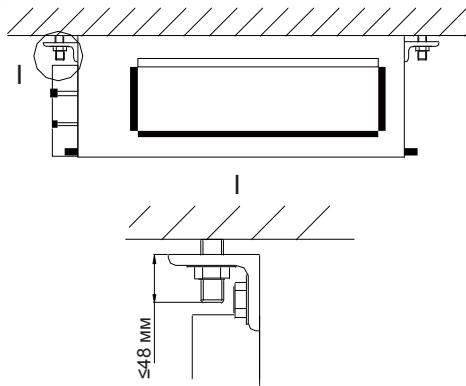

Рис. 5
3) Подвесить внутренний блок на потолке (см. рис. 5).